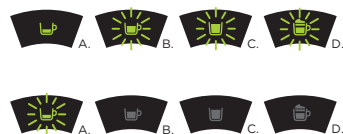

Fig. 16: Programmation du bouton d'extraction café expresso.
- Vous devrez ensuite appuyer sur le bouton d'extraction de café expresso jusqu'à ce que les voyants lumineux des boutons d'extraction de café long, de thé et de boisson à base de lait clignotent. Appuyez de nouveau sur le bouton d'extraction de café expresso (voir **Fig. 16**). Les voyants lumineux des boutons d'extraction de café long, de thé et de boisson à base de lait s'éteignent.